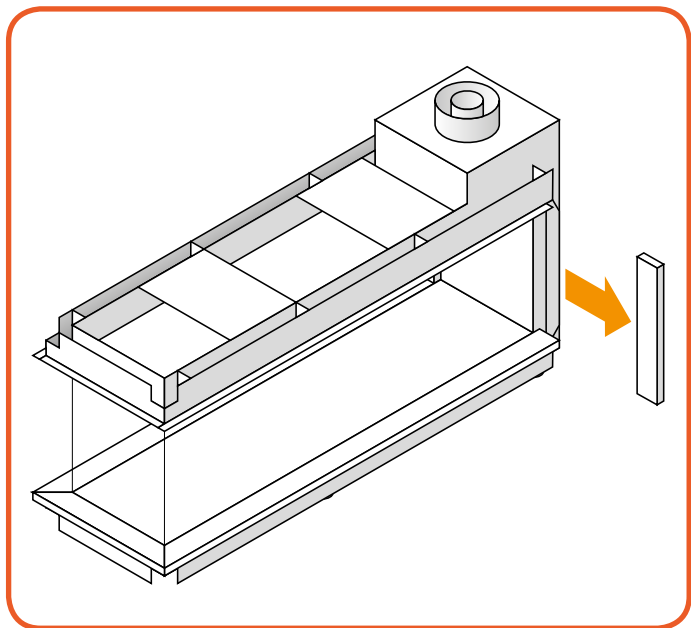

Figura 10.2 - Rimozione delle finiture laterali
- Rimuovere le finiture a entrambi i lati. Sono fissate con dei magneti (*Figura 10.2*).